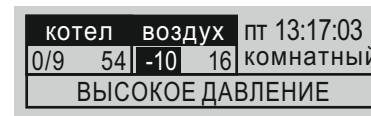
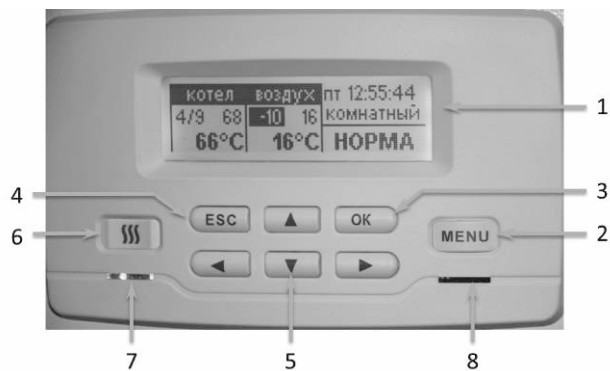

Рисунок 28. Пример сообщения о несоответствии.
Рисунок 5. Блок управления. Начальный вид - Главное окно.
В этих случаях будет произведено обесточивание ТЭНов с помощью контактора, замкнутся контакты зажима подключения приёмника сигнала об отказе XT7 (см. рис. 4), включится индикатор отказа (8) рис. 5 и появится текстовое сообщение о характере несоответствия. Пример см. рис. 28. После устранения причины несоответствия прибор вернется к предыдущему режиму работы с сохранением настроек и параметров.
7.5.3 Отказ, обрыв провода, не подключение датчика температуры уличного воздуха, датчика комнатной температуры или их обоих исключит появление значений температур в режиме главного окна (поз. 4 и 5 на рис. 5) и приведет к переходу на упрощенный алгоритм термостатирования. В случае отключения комнатного датчика – управление по кривой нагрева теплоносителя в зависимости от уличной температуры (см. п. 7.4.2.8). При отключении уличного датчика температуры – управление по данным комнатного. При отключении обоих датчиков воздуха прибор стабилизирует температуру теплоносителя на уровне текущей уставки.
На рис. 5 отражены основные элементы блока управления: